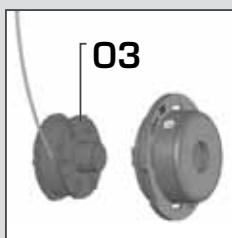

Fig. 07
Retire o carretel usado(3) e coloque o carretel novo, fazendo com que o fio passe pelo furo de saída da tampa do carretel **[Fig 07]**.